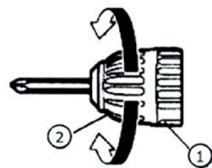

Рис. 4
1. Удерживая кольцо (1), ослабьте втулку (2), повернув ее влево (против часовой стрелки, если смотреть спереди), откройте патрон (см. Рис.4)
2. После вставки сверла в патрон, крепко возьмитесь за кольцо (1) и затяните втулку (2), повернув ее вправо (по часовой стрелке, если смотреть спереди).